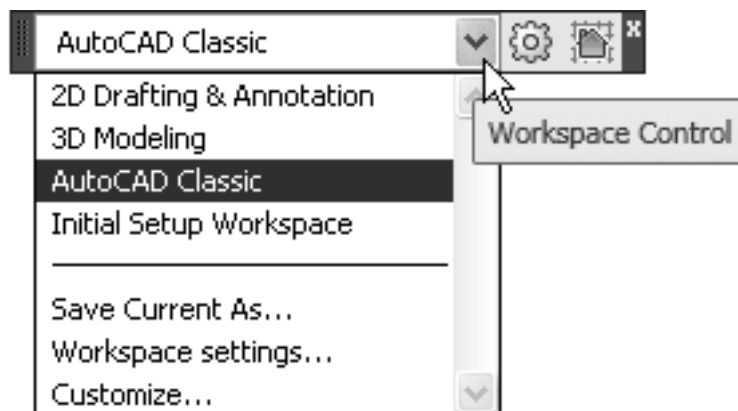

Рис. 1.14. Панель инструментов Workspaces (Рабочие пространства)
- **Workspaces** (Рабочие пространства) (рис. 1.14) – служит для переключения между рабочими пространствами программы AutoCAD 2010: **2D Drafting & Annotation** (Двухмерное черчение и аннотирование), **3D Modeling** (Трехмерное моделирование), **AutoCAD**